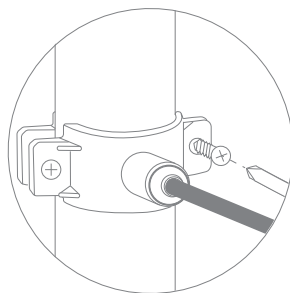

Рис. 10
5. Прочно закрепите хомут на дренажной линии с помощью винтов (рис. 10). Винты крепления необходимо затягивать равномерно (без перекоса), чтобы обе части хомута располагались параллельно.